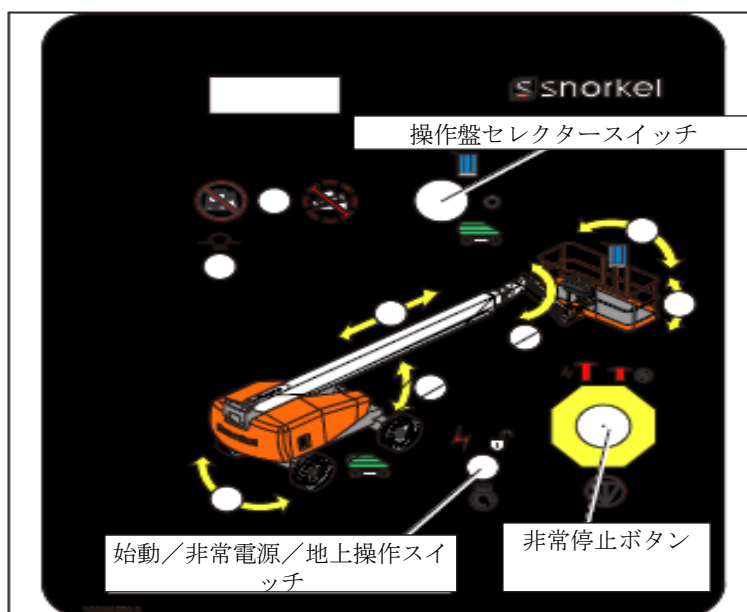

図 8.1 - 下部操作盤
1. 非常停止ボタン(図 8.1 を参照)を外側に引き出し、操作盤セクタースイッチを下部操作盤の位置にします。
2. 始動スイッチ（図 8.1 を参照）の機能は、自動車のイグニションスイッチと似ています。スイッチをオンにすると、アラームが鳴り本機のエンジンを始動していることを他の人に警告します。
作業床が最大積載荷重のとき、作業床の上部および下部操作盤の過積載ランプ（図 8.1 および 8.2 を参照）が連続点灯します。作業床が過積載のときには、上部および下部操作盤からのすべての機能が停止します。作業床の過積載が解消するまで、ホーンが断続的に鳴り、作業床過積載ランプが点滅します。負荷が取り除かれると、本機の機能が再び操作可能になります。作業床の負荷が大きく超過した場合、または作業床の上方への力が約 500 ポンド (2225 N) を超えた場合、システムはエラーモードとなり上部および下部操作盤のすべての機能が停止します。ホーンが連続的に鳴り、上部および下部操作盤の過積載ランプが連続点灯します。